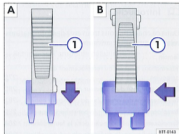

Fig. 167 Retirez ou mettez en place un fusible.
- Le cas échéant, retirez la pince en matière plastique ⇒ fig. 167 ⓘ du cache de la boîte à fusibles.